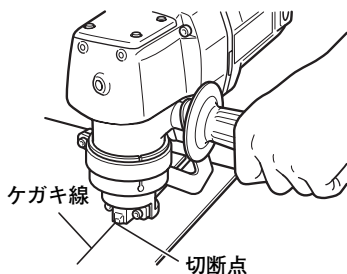

図 7
- (1) 切断する材料のケガキ線に沿って打抜油を塗布します。
- (2) 切断作業に入る前にスイッチを入れ、作動させながら材料をポンチとダイスの間に入れます。
- (3) ポンチホルダの先端突起部側面の左右どちらかをケガキ線の外側にくるようにして切断します。(図7)
- (4) 定位置での連続作業時には、ハンガーを利用し、機体を吊り下げますと楽に切断作業が行えます。